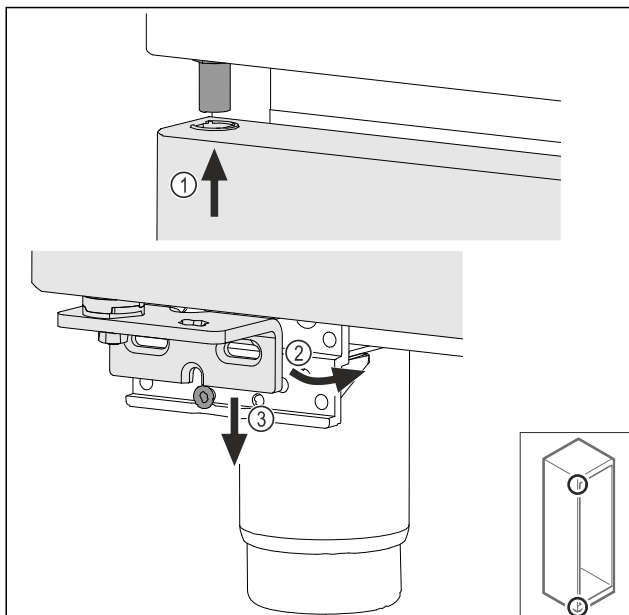

Fig. 74
- ▶ Indfør døren let på skrå foroven Fig. 74 (1), indjuster døren lige Fig. 74 (2), og påsæt den forneden på lejubuksskruen Fig. 74 (3).